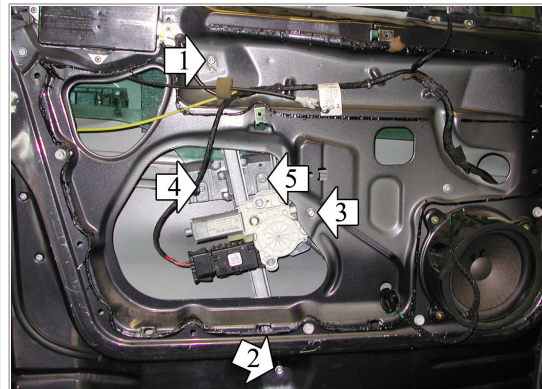

FIG. 1
- H) ACHTUNG! Der Mechanismus ist austauschbar mit O.E. A1687201946 und A1687202046, auf dem montiert sind ausschließlich die Motoren ref. O.E. A1688203742 - A1688203842 - A1688204542 - A1688203042. Die Motoren sind erkennbar durch Plastikabdeckung in weißer Farbe (Abb. 1).
H) **ATTENZIONE!** Questo meccanismo è intercambiabile con originale A1687201946 e A1687202046, su cui vanno montati esclusivamente i motori originali A1688203742 - A1688203842 - A1688204542 - A1688203042. I motori sono a vista riconoscibili dal carter in plastica di colore bianco (fig. 1).